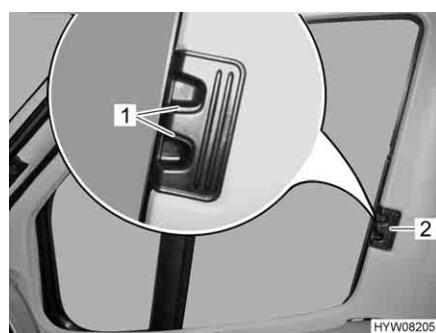

Fig. 31 Tendina oscurante pieghevole per il finestrino del conducente/ passeggero
- Comprimere le levette di bloccaggio (Fig. 31,1) e mantenerle in questa posizione.
- Con la levetta (Fig. 31,2) tirare le tendine oscuranti pieghevoli per il finestrino del guidatore e del passeggero verso l'altro lato della finestra e congiungerle alle strisce magnetiche.
- Inserire fino all'arresto le tendine oscuranti pieghevoli per il finestrino del guidatore e del passeggero per la maniglia (Fig. 31,2).
- Rilasciare le levette di bloccaggio (Fig. 31,1) e mantenerle innestate.